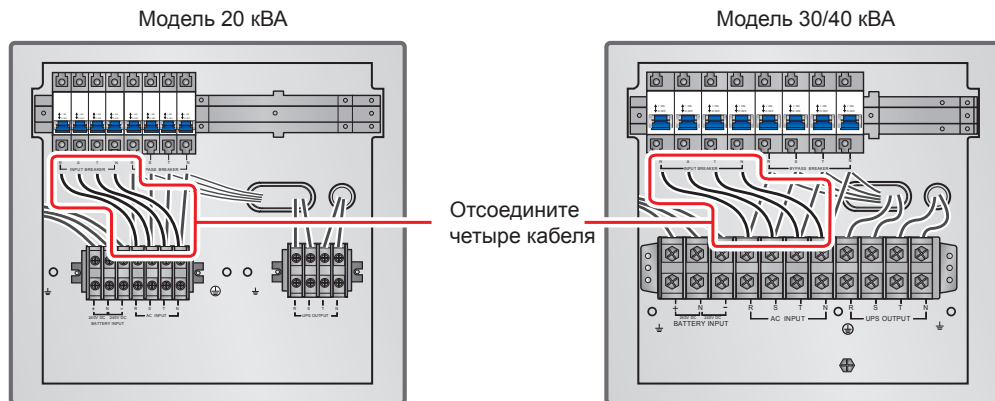

Рис. 6-6. Отключение четырёх кабелей, соединяющих блок зажимов сетевого входа с основным входным размыкателем
1. Удалите четыре кабеля, соединяющие блок зажимов сетевого входа и основной входной размыкатель (см. **рис. 6-6**). Подключите кабели сети переменного тока R, S, T и N к основному входному размыкателю.